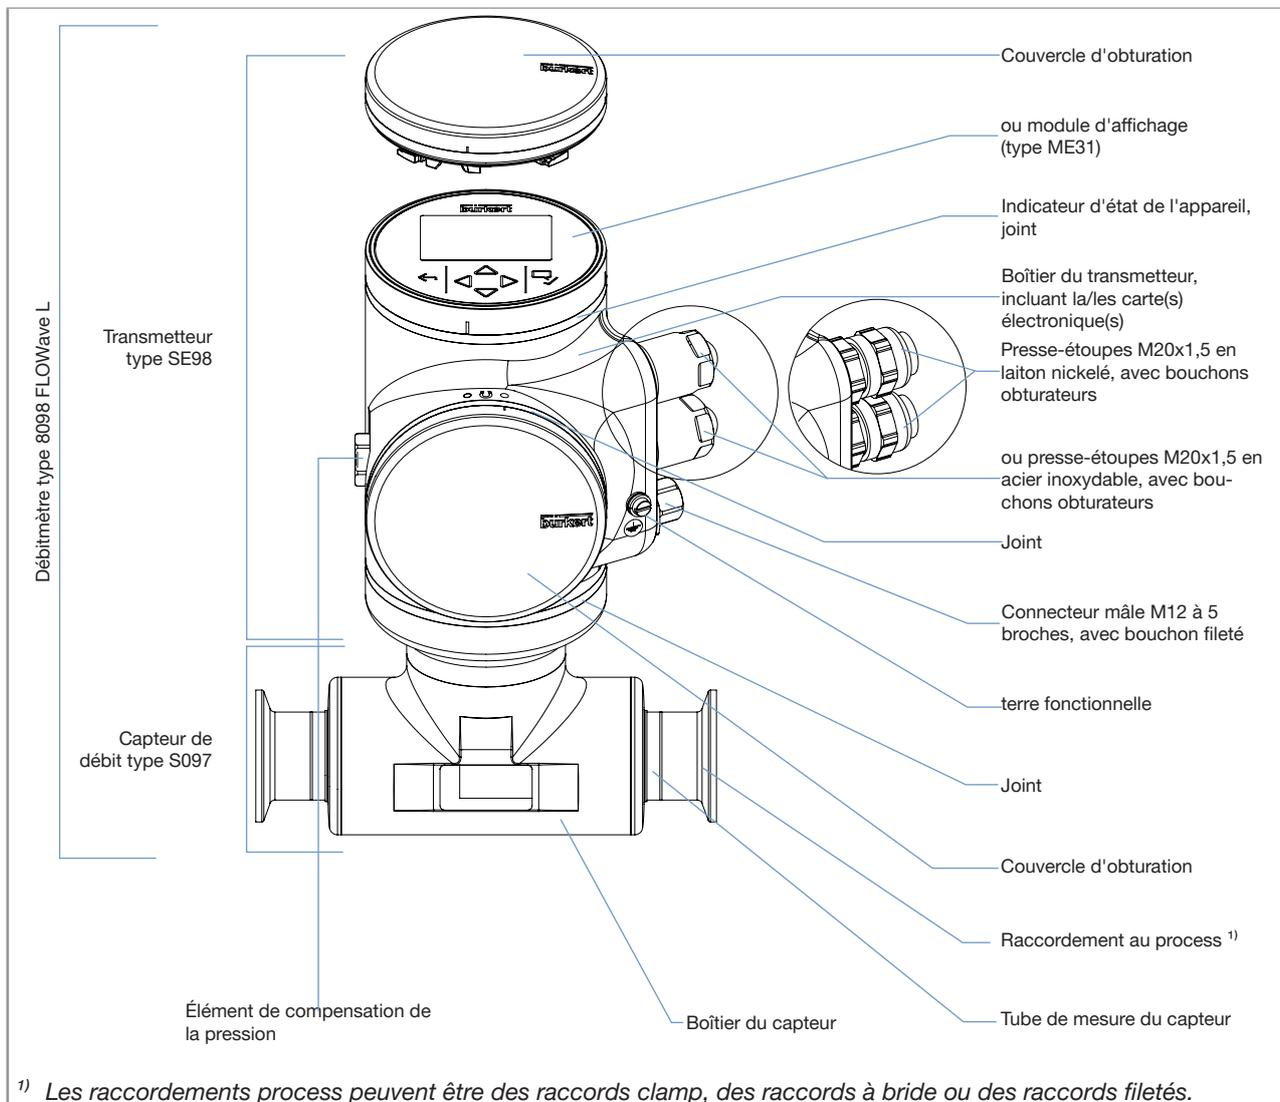

Fig. 1 : Description des variantes de l'appareil avec 2 presse-étoupes M20x1,5 et 1 connecteur mâle M12 à 5 broches
- **Fig. 1** décrit un appareil avec 2 presse-étoupes M20x1,5 en acier inoxydable (ou en laiton nickelé) et 1 connecteur mâle M12 à 5 broches.